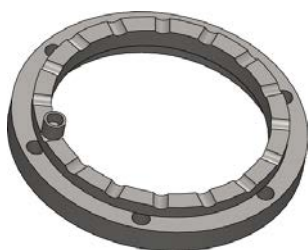

图 10-48 添加新算例
STEP 1 打开本书提供的素材文件“滚珠离合器简化模型.SLDASM”，如图 10-48 所示。启用 Simulation 插件，单击“Simulation”工具栏中的“新算例”按钮，创建一个新的静态有限元算例。